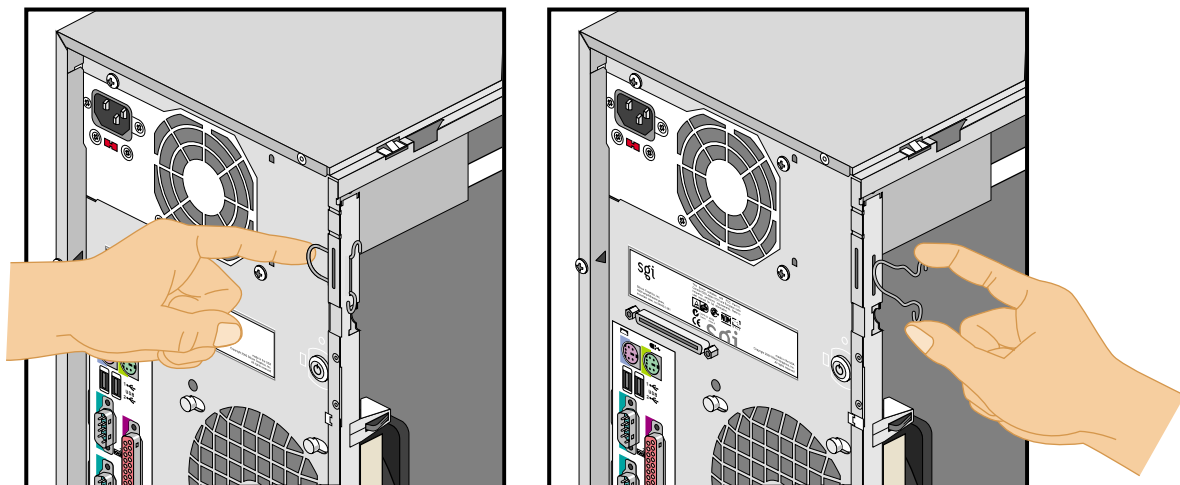

図 2-28 収納スロットからロックフックを取り外す
2. 2 個のフックをお互いの方向に押して、本体からループを押し出すことにより収納スロットからロッキンググループを取り外します。図 2-28 にその手順を図示します。